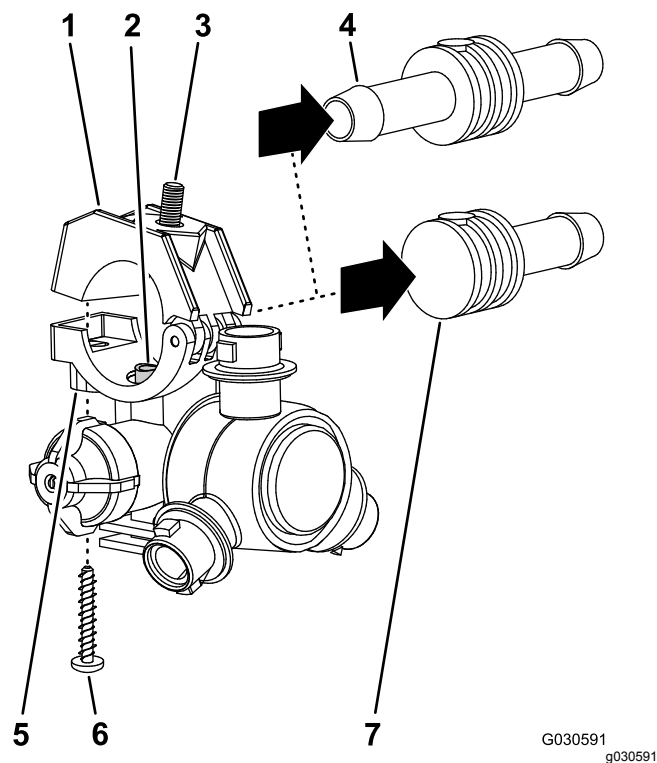

Figura 50
- Retire el tornillo de acero inoxidable (Nº 12 x 1-1/4") que sujeta la mitad superior de la abrazadera y el conector de manguera de dentado simple o doble (3/4") al cuerpo de la boquilla de fumigación, y separe el conector de manguera dentado y la manguera de la boquilla (Figura 50).